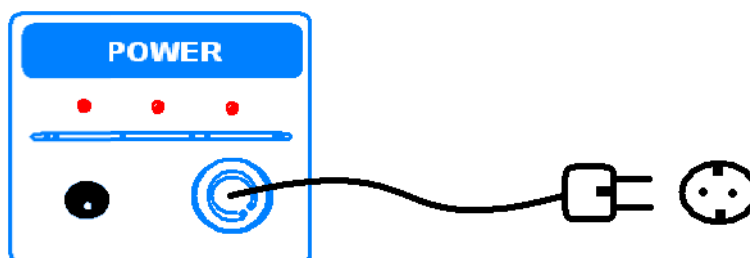

Figura 1.2 Conexão de aterramento para medições em laboratório
- **Ambiente interno** – Conecte o cabo da fonte de alimentação a uma tomada de parede certificando-se de que o pino terra da tomada esteja conectado ao sistema comum de aterramento (Figura 1.2).